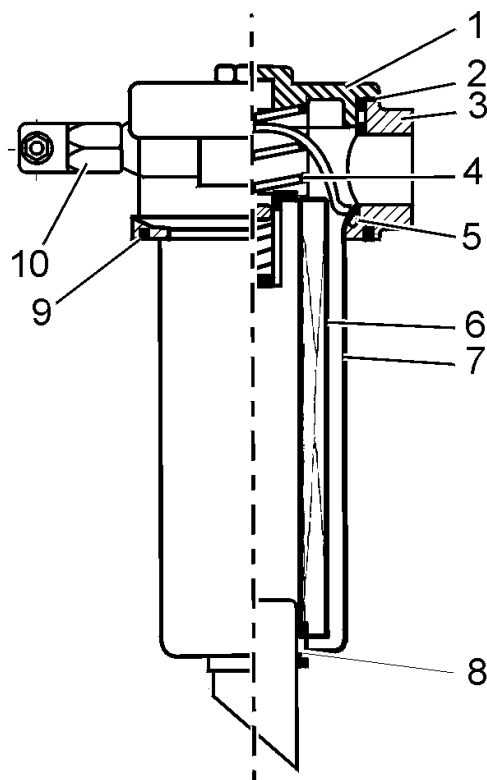

Рис. 10Е.3. Фильтр возвратный
Масло, возвращающееся в бак гидросистемы, поступает сначала в головки возвратных фильтров (3, Рис. 10Е.3.), проходит в фильтрах через фильтрующие элементы (6), выходит из фильтров и затем уже сливается в бак гидросистемы. В головку одного из возвратных фильтров вкручен включатель (10). В случае загрязнения фильтрующего элемента (6) включатель (10) замкнет цепь сигнальной лампочки и на пульте машины загорится сигнальная лампочка, информирующая оператора о загрязнении возвратных фильтров. Эта информация является сигналом о необходимости замены фильтрующих элементов (6). В головку фильтра (3) встроен перепускной клапан, который перепускает масло, минуя фильтры в случае, если, несмотря на свечение сигнальной лампочки, загрязненные фильтрующие элементы (6) не были заменены.